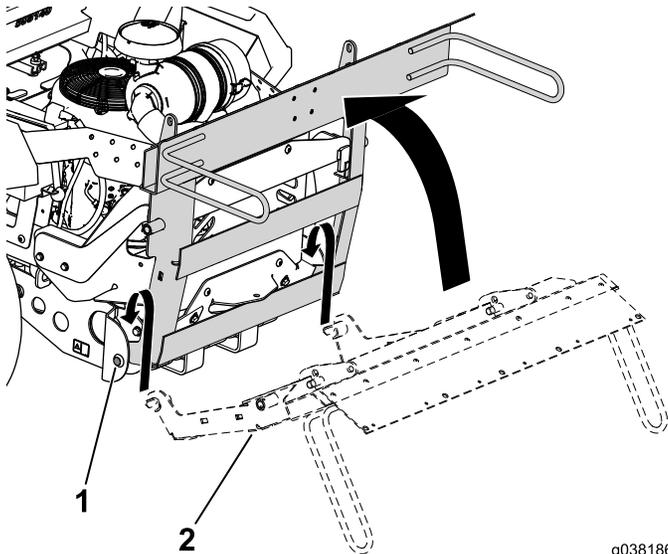

Bild 17
1. Arrangieren Sie den Rahmen des Heckfangsystems um die Lagerbolzen an der Stützhalterung und drehen Sie ihn nach vorne (**Bild 17**).